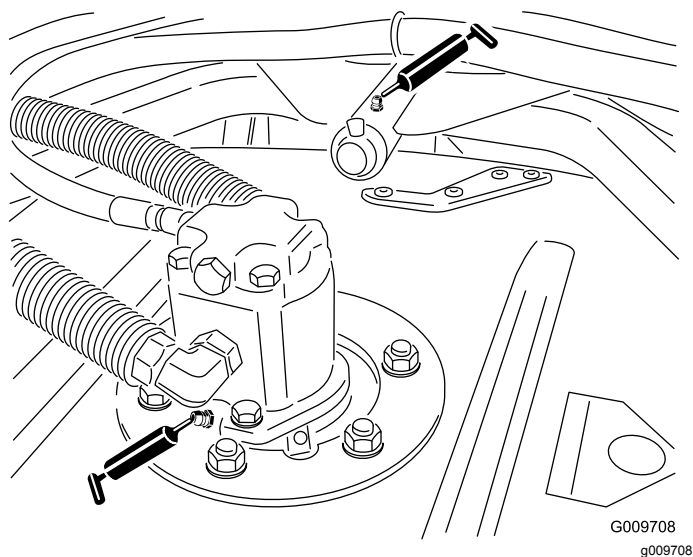

Figura 23
- Bielas do eixo da unidade de corte (1 por unidade de corte) (Figura 23)
- Casquilhos do braço de suporte da unidade de corte (1 por cada unidade de corte) (Figura 23)